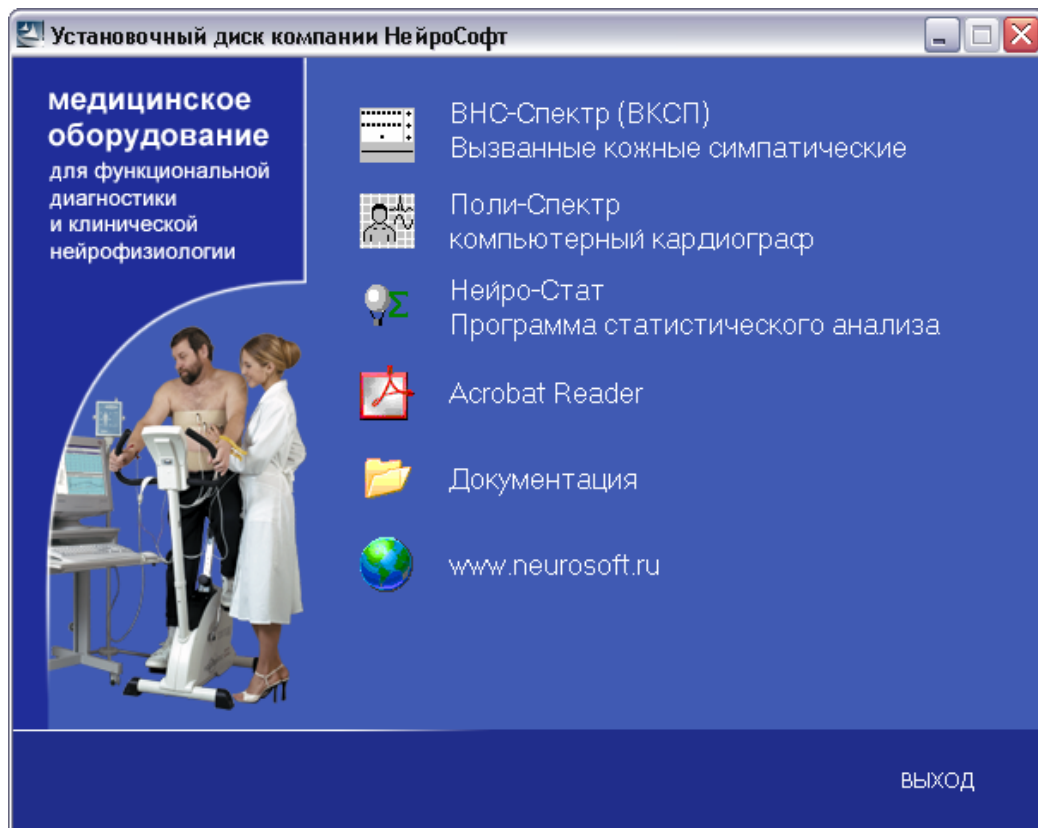

Рис. 2.4
• Вставьте компакт-диск в дисковод и дождитесь запуска программы установки (Рис. 2.4). Если по какой-либо причине автозапуск на Вашем компьютере не выполнен и картинка вида Рис. 2.2 не появляется, отыщите на диске файл **AUTORUN.EXE** и запустите его.